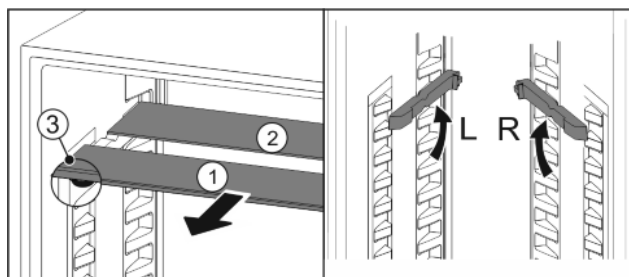

Fig. 20
- ▶ По одной извлеките Fig. 20 (1) стеклянные панели движением вперед.
- ▷ Стеклянная панель Fig. 20 (1) со стопорами лежит спереди.
- ▷ Стопоры показывают вниз Fig. 20 (3).